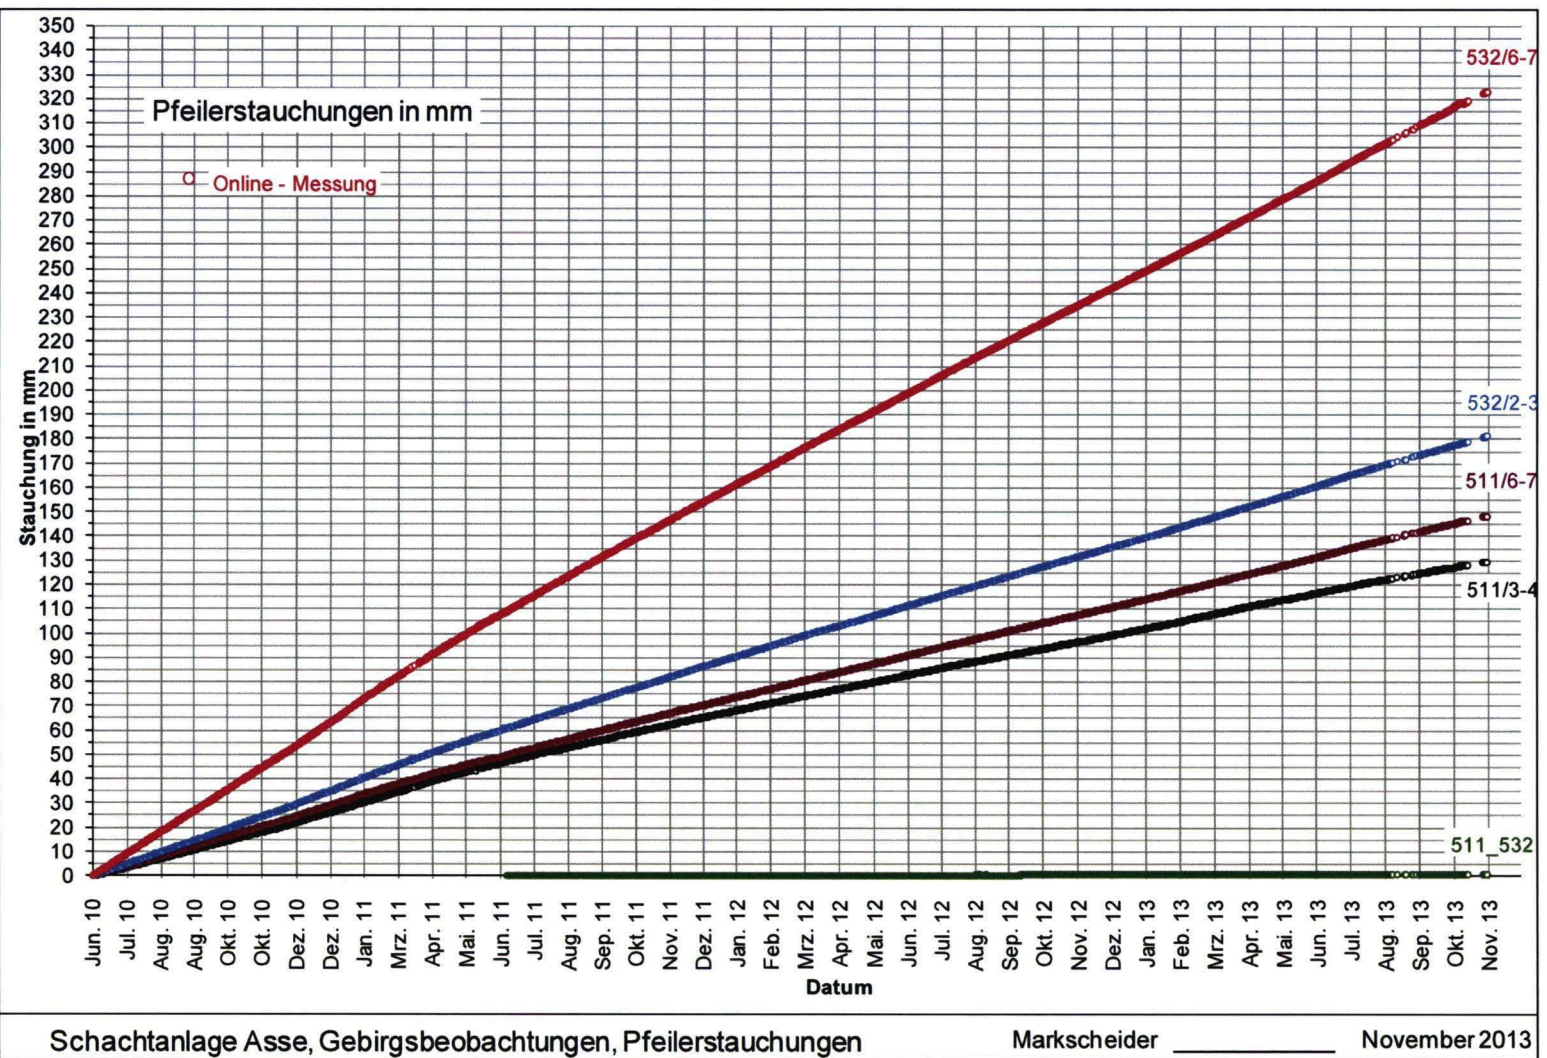

Abbildung 5a: Elektronische Messwerte der Extensometer auf der 511 - und 532-n-Sohle
- Abbildung 5a: Elektronische Messwerte der Extensometer auf der 511- und 532-m-Sohle